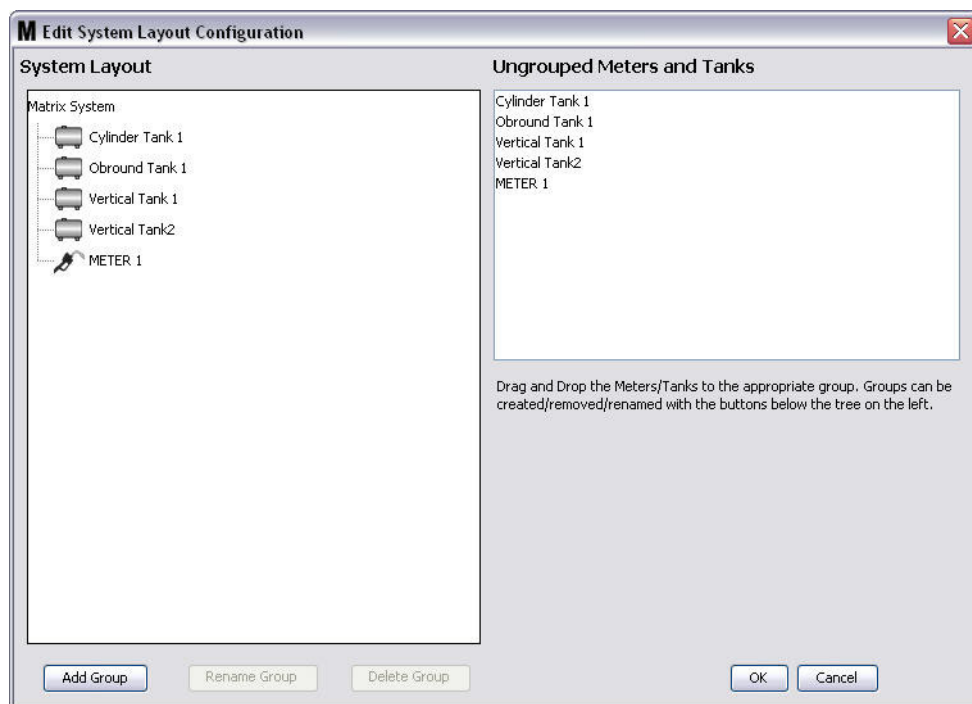

FIG. 125
3. L'écran de configuration "Edit System Layout" (Modifier la configuration du système) illustré dans la FIG. 125 s'affiche.
4. Cliquez sur le bouton "Add Group" (Ajouter un groupe) (FIG. 125) pour créer un nouveau groupe de dispositif.